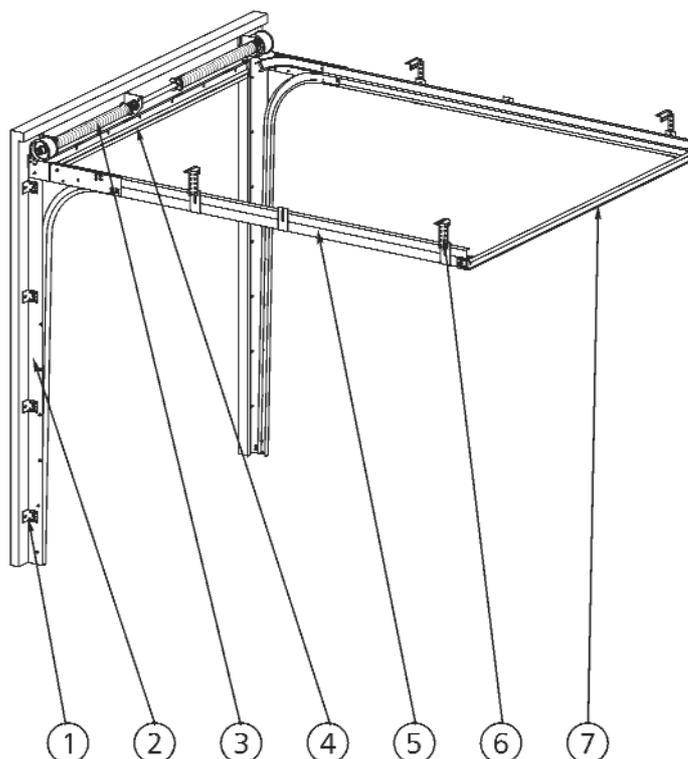

Рис. 6. Схема несущего каркаса ворот. Стандартный монтаж.
4.1.1. Схемы несущих каркасов гаражных ворот представлены на рис. 6 и 7.